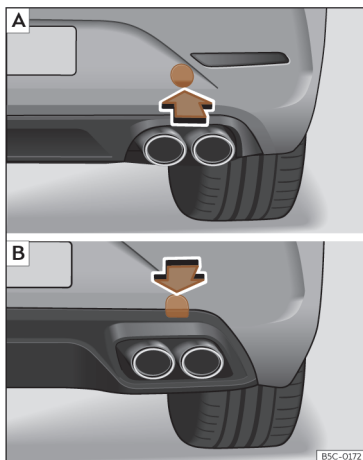

Fig. 208 En el lado derecho del paragolpes trasero: retirar la tapa. **A** Leon Sportstourer; **B** Leon.
El alojamiento de la argolla de remolque enroscable se encuentra en el lado derecho del paragolpes trasero detrás de una tapa >>> **fig. 208**.
- *Leon Sportstourer*: Presione sobre la zona inferior de la tapa >>> **fig. 208 A** para desencastarla.
- *Leon*: Presione sobre la zona superior de la tapa >>> **fig. 208 B** para desencastarla.
- Enrosque la argolla de remolque en el alojamiento girándola al máximo **en el sentido contrario al de las agujas del reloj** >>> **fig. 208**, >>> **fig. 208**. Utilice un objeto adecuado con el que pueda enroscar completa y firmemente la argolla de remolque en su alojamiento.